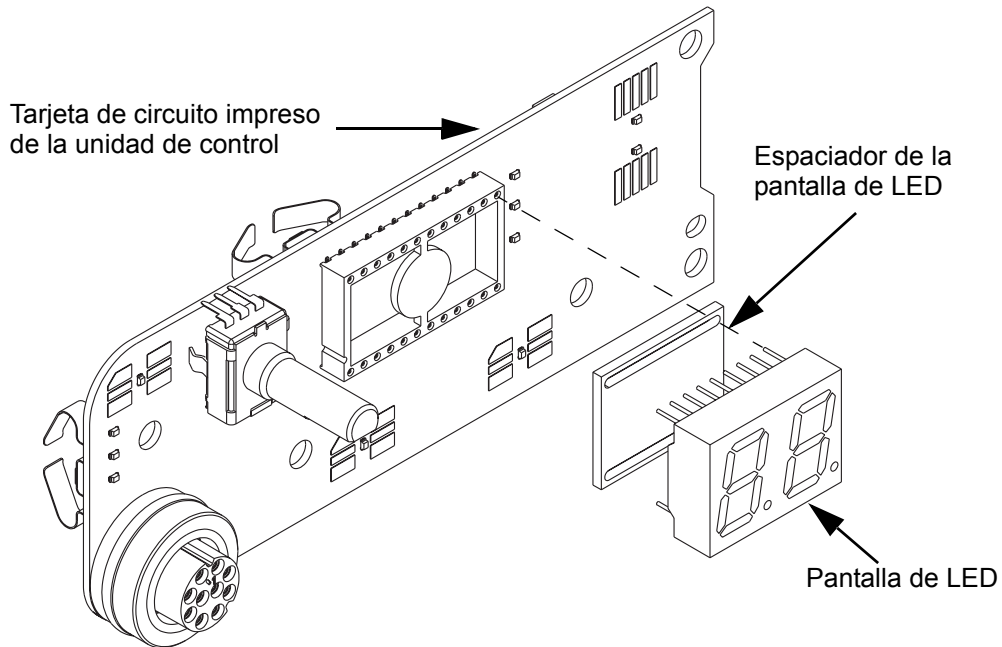

Figura 5-35 Montaje de la pantalla de LED
- b. Monte el espaciador de la pantalla de LED y la propia pantalla de LED a la tarjeta de circuito impreso de la unidad de control, como se muestra en la Figura 5-35.